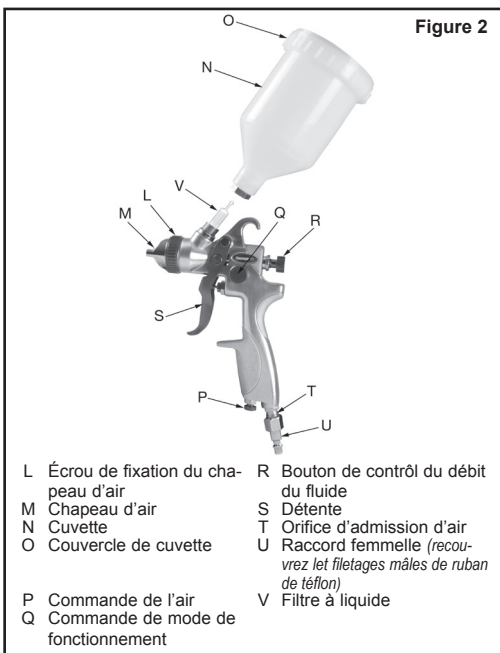

Figure 2
- Installez un connecteur femelle 1/4 po NPT (inclus dans la trousse d'accessoires) sur l'orifice d'admission d'air de l'outil (voir Figure 2). Remarque : Utilisez un ruban en Téflon® sur tous les raccords filetés.
- Insérez un filtre de fluide dans l'entrée du fluide (voir la figure 2).
- a. Bouton de commande du mode de fonctionnement (voir Figure 2) – pour un fonctionnement avec projection à pleine intensité, tournez le bouton dans le sens contraire des aiguilles d'une montre, et pour un fonctionnement en spirales, tournez le bouton dans le sens des aiguilles d'une montre. Ce bouton sert à créer le motif approprié de peinture tandis qu'elle est pulvérisée du pistolet de pulvérisation.
- b. Bouton de contrôle de fluide (voir la figure 2) : tournez dans le sens des aiguilles d'une montre pour réduire la quantité de peinture et dans le sens contraire pour augmenter les quantités de peinture. Ce bouton contrôle la quantité de peinture mélangée avec l'air. **REMARQUE : si le bouton de contrôle de fluide est tourné jusqu'au bout, le pistolet dégagea seulement de l'air.**